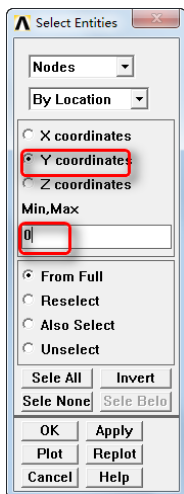

图 11-86 “Select Entities”对话框
⑬依次选择 Utility Menu→Select→Entities, 会弹出“Select Entities”对话框,如图 11-86 所示,在第一个下拉框中选择“Nodes”,在第二个下拉框中选择“By Location”,在第三个单选框中选择“Y coordinates”,在“Min, Max”输入框中输入 0,单击“OK”按钮关闭对话框。
⑭依次选择 Utility Menu→Select→Entities, 会弹出“Select Entities”对话框,如图 11-86 所示,在第一个下拉框中选择“Nodes”,在第二个下拉框中选择“By Location”,在第三个单选框中选择“X coordinates”,在“Min, Max”输入框中输入 12, 15, 在第四个单选框中选择“Reselect”,单击“OK”按钮关闭对话框。
⑮依次选择 Utility Menu→Select→Entities, 会弹出“Select Entities”对话框,如图
① 依次选择 Utility Menu → Select → Everything。
② 依次选择 Utility Menu → Select → Entities, 会弹出“Select Entities”对话框, 如图 11-86 所示, 在第一个下拉框中选择“Nodes”, 在第二个下拉框中选择“By Location”, 在第三个单选框中选择“X coordinates”, 在“Min, Max”输入框中输入 0, 单击“OK”按钮关闭对话框。
③依次选择 Utility Menu→Select→Entities, 会弹出“Select Entities”对话框, 如图 11-86 所示, 在第一个下拉框中选择“Nodes”, 在第二个下拉框中选择“By Location”, 在第三个单选框中选择“Y coordinates”, 在“Min, Max”输入框中输入 0, 在第四个单选框中选择“Also Select”, 单击“OK”按钮关闭对话框。
④依次选择 Utility Menu→Select→Entities, 会弹出“Select Entities”对话框, 如图 11-86 所示, 在第一个下拉框中选择“Nodes”, 在第二个下拉框中选择“By Location”, 在第三个单选框中选择“X coordinates”, 在“Min, Max”输入框中输入 LEN, 在第四个单选框中选择“Also Select”, 单击“OK”按钮关闭对话框。
⑤依次选择 Utility Menu→Select→Entities, 会弹出“Select Entities”对话框, 如图 11-86 所示, 在第一个下拉框中选择“Nodes”, 在第二个下拉框中选择“By Location”, 在第三个单选框中选择“Y coordinates”, 在“Min, Max”输入框中输入 HGT, 在第四个单选框中选择“Also Select”, 单击“OK”按钮关闭对话框。
⑧依次选择 Utility Menu→Select→Entities, 会弹出“Select Entities”对话框, 如图 11-86 所示, 在第一个下拉框中选择“Nodes”, 在第二个下拉框中选择“By Location”, 在第三个单选框中选择“X coordinates”, 在“Min, Max”输入框中输入 RAD, 在第四个单选框中选择“Also Select”, 单击“OK”按钮关闭对话框。
⑬依次选择 Utility Menu→Select→Entities，会弹出“Select Entities”对话框，如图 11-86 所示，在第一个下拉框中选择“Nodes”，在第二个下拉框中选择“By Location”，在第三个单选框中选择“X coordinates”，在“Min, Max”输入框中输入 RAD，单击“OK”按钮关闭对话框。
⑲依次选择 Utility Menu→WorkPlane→Change Active CS to→Global Cartesian，依次选择 Utility Menu→Select→Everything 命令。
④⑩依次选择 Utility Menu→Select→Entities, 会弹出“Select Entities”对话框, 如图 11-86 所示, 在第一个下拉框中选择“Nodes”, 在第二个下拉框中选择“By Location”, 在第三个单选框中选择“X coordinates”, 在“Min, Max”输入框中输入 0, 单击“OK”按钮关闭对话框。
④⑪依次选择 Utility Menu→Select→Entities, 会弹出“Select Entities”对话框, 如图 11-86 所示, 在第一个下拉框中选择“Nodes”, 在第二个下拉框中选择“By Location”, 在第三个单选框中选择“X coordinates”, 在“Min, Max”输入框中输入 LEN, 在第四个单选框中选择“Also Select”, 单击“OK”按钮关闭对话框。
④⑫依次选择 Utility Menu→Select→Entities, 会弹出“Select Entities”对话框, 如图 11-86 所示, 在第一个下拉框中选择“Nodes”, 在第二个下拉框中选择“By Location”, 在第三个单选框中选择“Y coordinates”, 在“Min, Max”输入框中输入 0, 在第四个单选框中选择“Also Select”, 单击“OK”按钮关闭对话框。
④⑬依次选择 Utility Menu→Select→Entities, 会弹出“Select Entities”对话框, 如图 11-86 所示, 在第一个下拉框中选择“Nodes”, 在第二个下拉框中选择“By Location”, 在第三个单选框中选择“X coordinates”, 在“Min, Max”输入框中输入 HGT, 在第四个单选框中选择“Also Select”, 单击“OK”按钮关闭对话框。